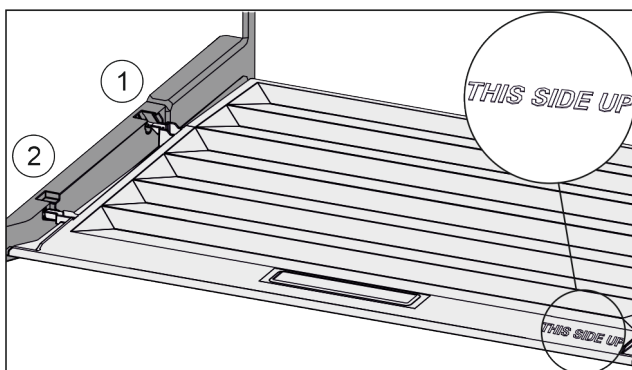

Fig. 112
- ▶ Sätt in lockbygeln över öppningen för den bakre hållaren Fig. 112 (1) och fäst den framtill i hållaren Fig. 112 (2).